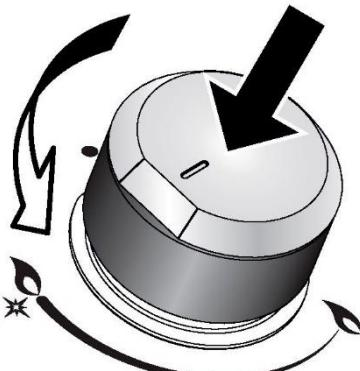

Fig. 2.2a
1. Prima no botão correspondente e rode no sentido contrário ao dos ponteiros do relógio (fig. 2.2a ou 2.2b) para a posição da chama cheia marcada pelo símbolo de “” ou “”; segure o botão até que a chama esteja acesa. No caso de uma falha de eletricidade, acenda o queimador com um fósforo ou isqueiro.